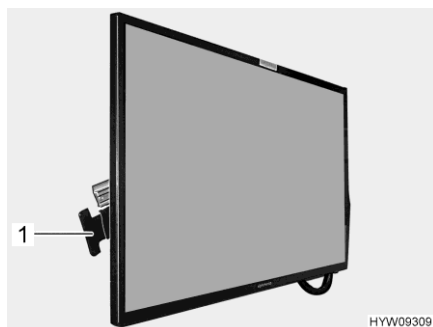

Fig. 60 Écran plat
- Appuyer sur la poignée (Fig. 60,1) en direction de l'écran plat et la maintenir poussée. L'écran plat est déverrouillé.